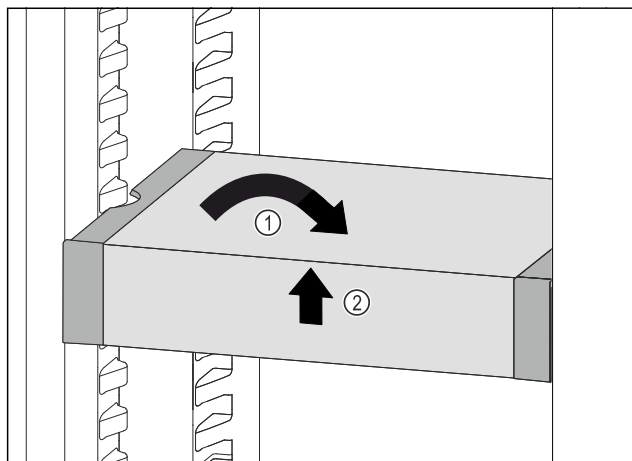

Fig. 96
- Изправете VarioSafe. Fig. 96 (1)
- Повдигнете VarioSafe отпред. Fig. 96 (2)